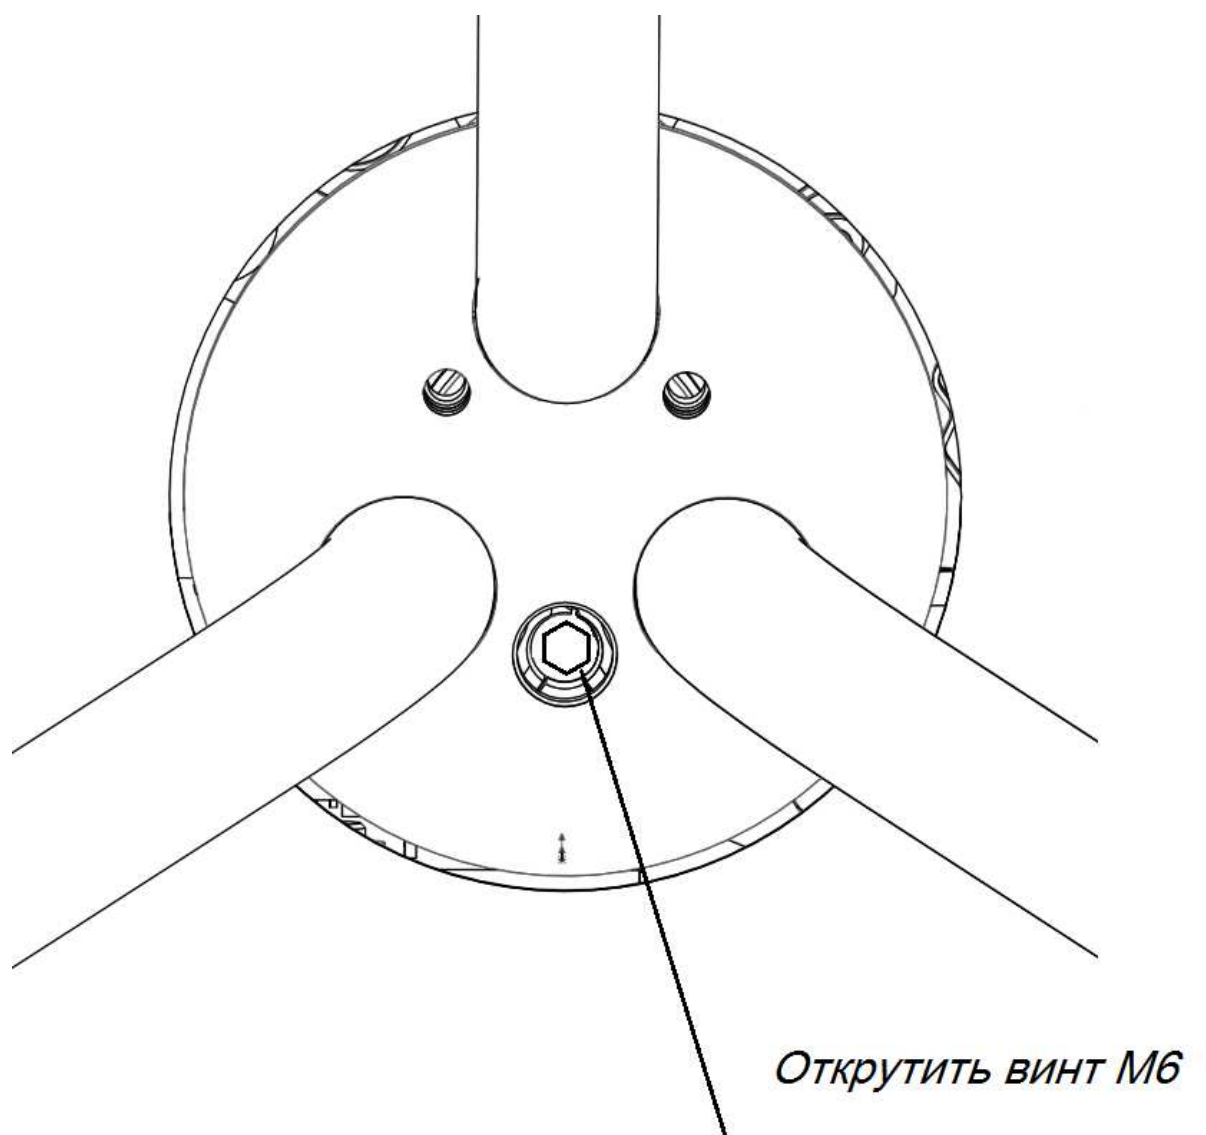

Рис.5 Открутить винт М6 ,который находится внутри отверстия.
1.2. Открутить винт М6, который находится внутри отверстия, где был закреплен стопор фиксации, с помощью шестигранника S5.(рис.5)